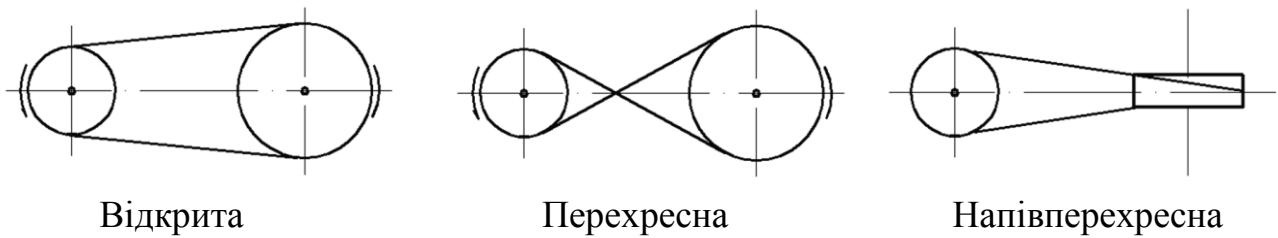

Рис. 4.3. Класифікація ПП за розміщенням валів
- розміщенням валів (рис. 4.3).